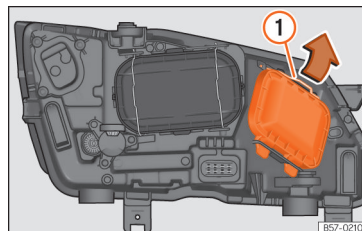

Abb. 110 Im Motorraum: Abdeckung entfernen.
2. Die Strebe » Abb. 110 ① in Pfeilrichtung verschieben und den Deckel abnehmen.